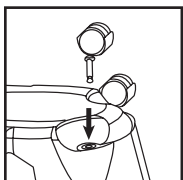

FIGURE 7
10. Insérez les roulettes dans la base de la cuve en plaçant la tige de roulette dans les trous prévus à cet effet. Appuyez et tournez jusqu'à ce que les roulettes s'encliquettent en place. **FIGURE 7.**